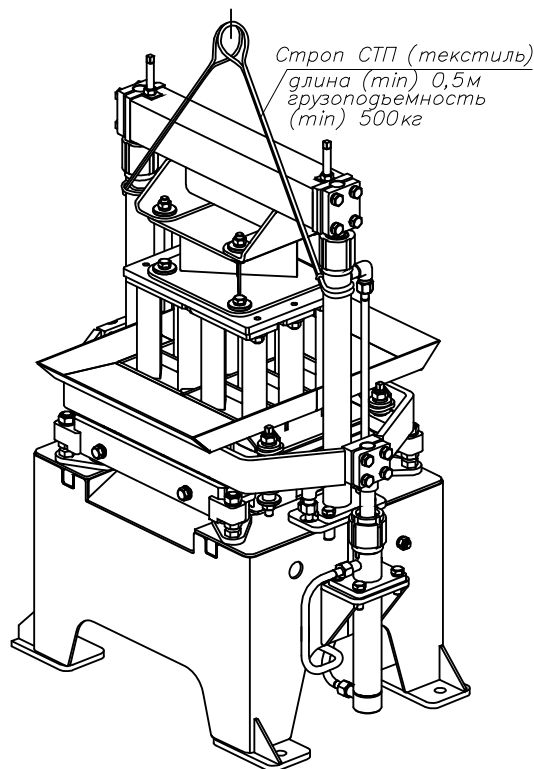

Рис. 11. Схема строповки вибропресса.
3.11. Схема строповки вибропресса показана на рис. 11.